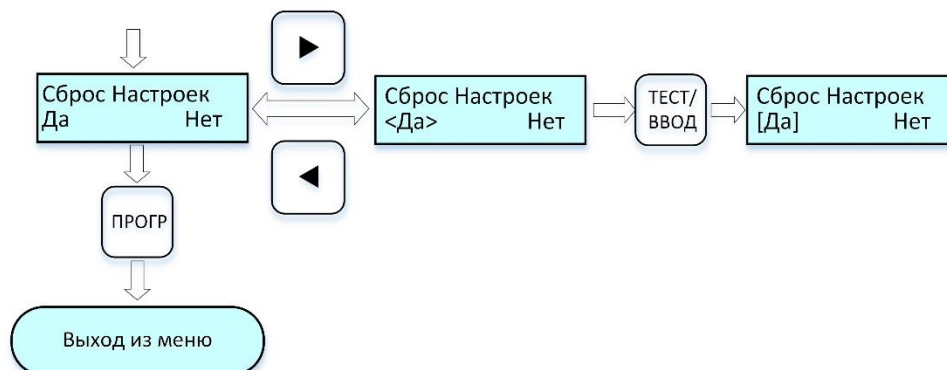

Рисунок 16 – Циклограмма выводимых сообщений на дисплей при установке параметров «по умолчанию»
2.6.5.12 Для **установки параметров «по умолчанию»** выполнить действия по п. 2.6.5.1 (при необходимости), далее по циклограмме рис. 16.